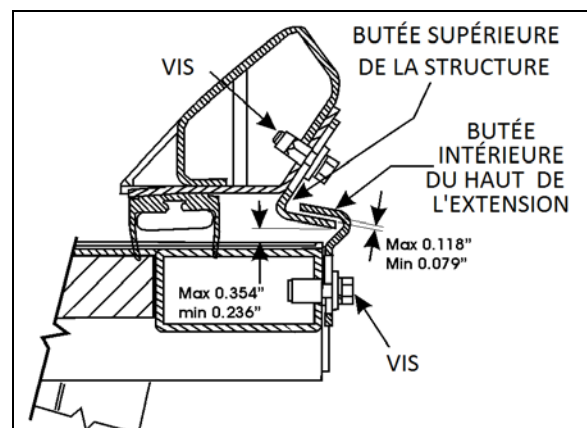

FIGURE 6: RÉGLAGE DES BUTÉES SUPÉRIEURES INTÉRIEURES 26147
2. Régler la butée de la structure supérieure et les butées supérieures intérieures conformément à la Figure 6 avec le joint dégonflé. Lors du gonflage, le joint presse la structure de toit vers le haut et à ce moment, la butée supérieure intérieure entre en contact avec la butée supérieure de la structure.